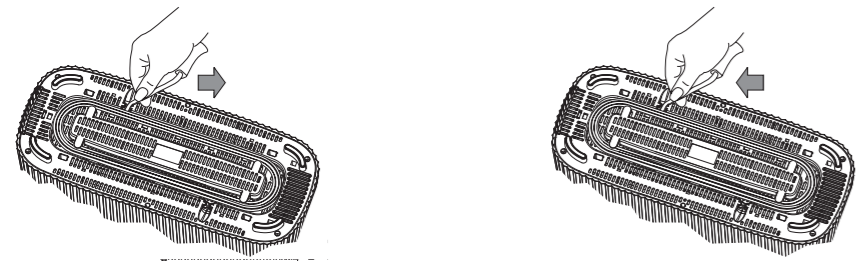

fig. 2
- Srotolate il cavo elettrico dall'avvolgicavo posto sotto la base del tostapane e regolatene la lunghezza bloccandolo poi nell'apposita scanalatura. (fig. 2)